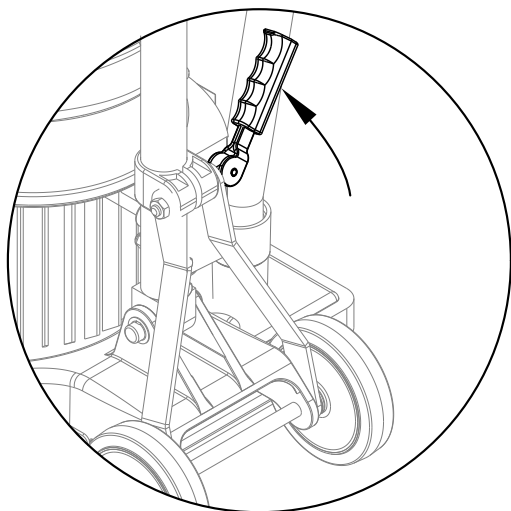

Figura 1
2. Eleve y bloquee la manija en posición vertical. Para trabar el mango, tire hacia arriba de la palanca de liberación de compresión del mango. Consulte la figura 1.